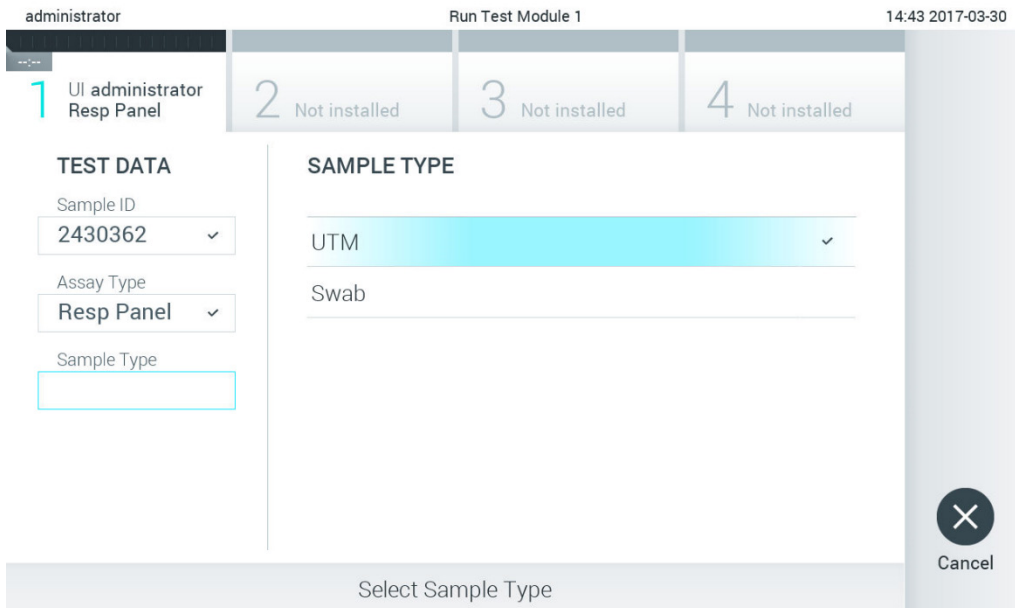

Рис. 25. Вибір типу зразка.
4. За потреби виберіть відповідний тип зразка зі списку (рис. 25).